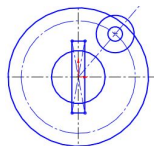

图 2-45 绘制的
(3) 单击【草图】工具栏中的  【边角矩形】按钮或选择【工具】|【草图绘制实体】|【矩形】菜单命令，系统弹出【矩形】属性管理器。单击【中心矩形】按钮，以坐标原点为中心绘制矩形，如图 2-45 所示。